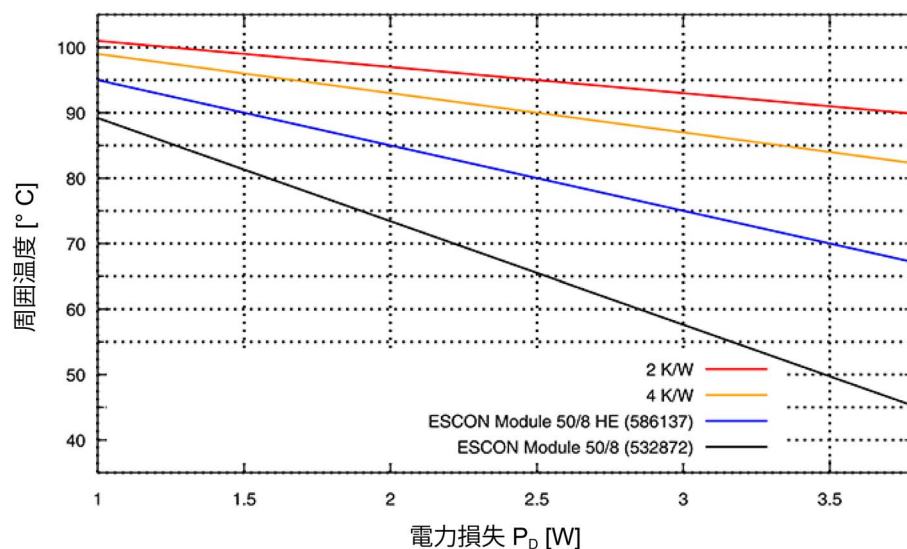

図 2-2 周囲温度ディレーティング/必要なヒートシンク
拡張高さ *1)	6'000 ~ 10'000 m MSL ディレーティング: 周囲温度 (→ 図 2-2) より 11 °C 低い
3) → 図 2-2